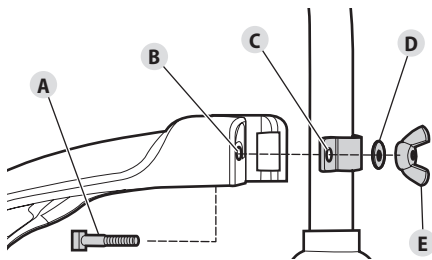

Fig. 2
4. Insérez le boulon à tête carrée (Fig. 2-A) dans le trou situé en-dessous du carter de protection (Fig. 2-B). Poussez le boulon à travers le carter de protection et le support de fixation (Fig. 2-C).
5. Placez la rondelle (Fig. 2-D) sur le boulon carré.
6. Vissez l'écrou à oreilles (Fig. 2-E) sur le boulon à tête carrée jusqu'à ce que le carter de protection soit correctement fixé en position.